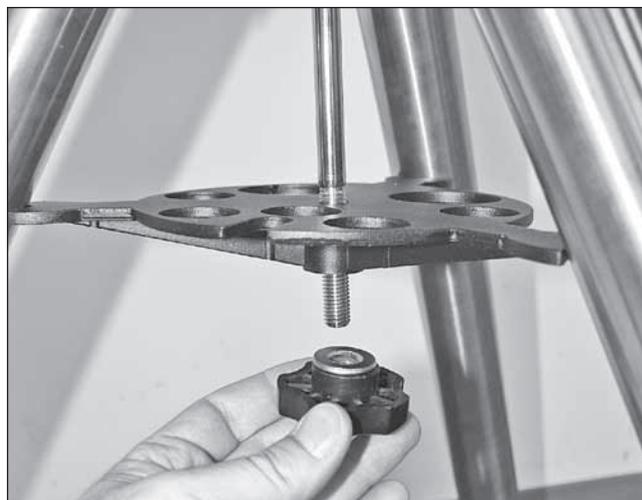

Figure 3. Installation du distributeur des montants du trépied, qui est aussi un porte-accessoire/porte-oculaire.
1. Retirez le bouton et la rondelle de la partie inférieure de la barre de support central. Glissez le plateau de support du trépied le long de la barre du support central jusqu'à ce que les trois bras du plateau touchent les montants du trépied. Le côté plat du plateau de support doit être orienté vers le haut. Assurez-vous que le "V" de chaque bras de plateau soit contre un montant du trépied. Placez la rondelle sur la barre de support central, contre le plateau, et faites-la monter en vissant le bouton sur toute la hauteur de la barre de support central jusqu'à ce qu'elle soit serrée contre le plateau (**Figure 3**). Le plateau de